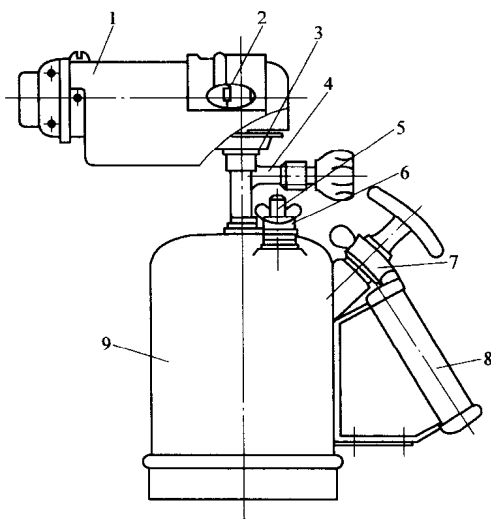

图 1-7 喷灯
6. 喷灯 喷灯是利用喷射火焰对工件进行加热的工具，火焰温度可达到 900°C 以上，常用来焊接铅包电缆的铅包层、大截面连接处的搪锡，以及其他电连接表面的防氧化镀锡等，其外形结构如图 1-7 所示。